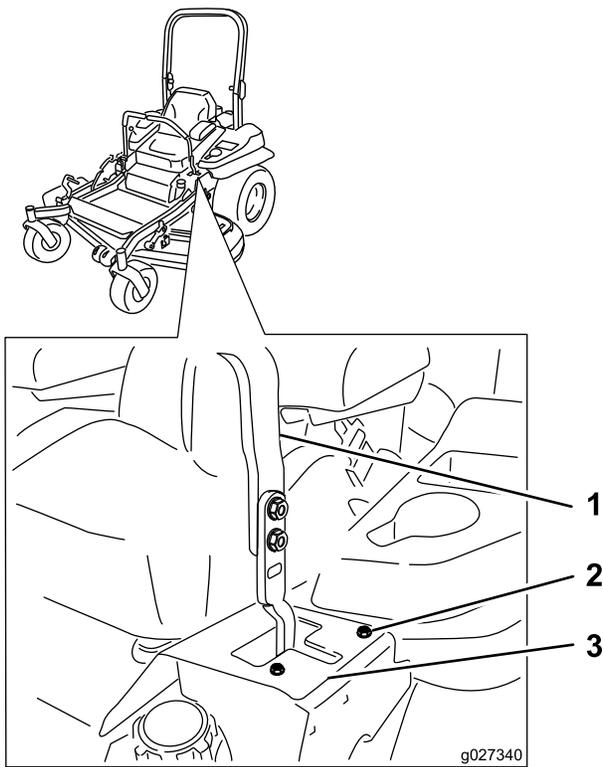

Figure 73
- Si elle se déporte à droite, desserrez les boulons et déplacez la plaque de butée gauche en arrière sur la fente en T gauche, jusqu'à ce que la machine se déplace en ligne droite (Figure 73).
- Si elle se déporte à gauche, desserrez les boulons et déplacez la plaque de butée droite en arrière sur la fente en T droite, jusqu'à ce que la machine se déplace en ligne droite (Figure 73).
6. Serrez les boulons de la plaque (Figure 73).